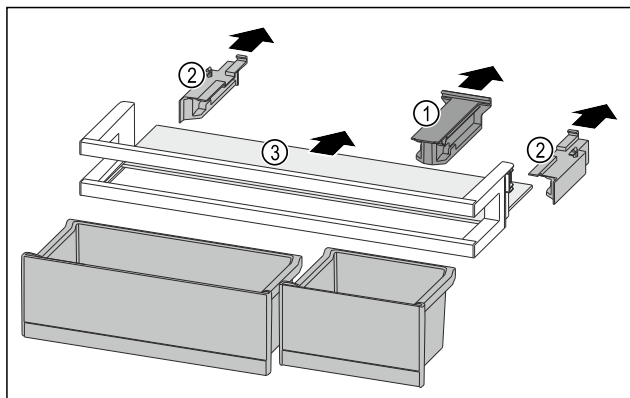

Fig. 137
- Estrarre l'elemento di tenuta Fig. 137 (1).
- Togliere gli elementi laterali Fig. 137 (2).
- Rimuovere il ripiano Fig. 137 (3).